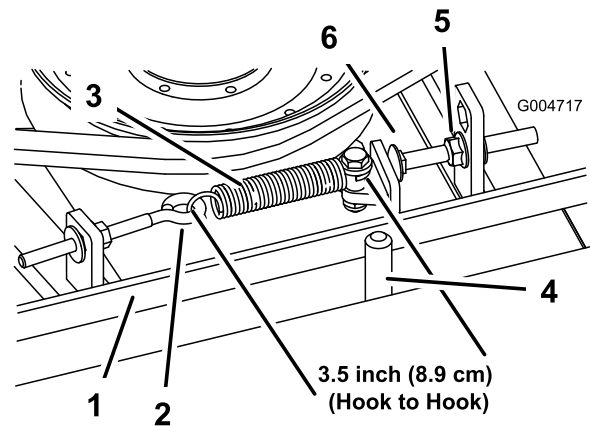

Figura 94
Quando a tensão estiver correta, a medida interior da mola de extensão (gancho a gancho) deverá ser de cerca de 8,3 cm a 9,5 cm. Logo que se obtenha a tensão correta da mola, ajuste o pino de fecho (parafuso da carroçaria) até haver uma folga aproximada de 2 a 5 mm entre a cabeça do parafuso e o braço intermédio (Figura 94).
**Nota:** Certifique-se de que correia está colocada no lado da mola do guia da correia (Figura 94).
2. Desaperte o parafuso com olhal permitindo a remoção da mola de extensão (Figura 94).
3. Desaperte a porca flangeada que prende o pino de fecho à patilha de montagem e afaste a polia intermédia da correia para libertar a tensão da correia (Figura 94).
- Ligue a mola de extensão (Figura 94) ao parafuso de olhal e aplique a tensão na correia como se segue: